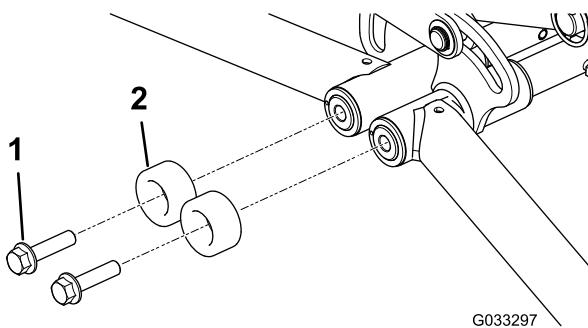

Bild 19
2. Entfernen Sie die vorhandenen Bundkopschrauben und die runden Stoßstangen (Bild 19).